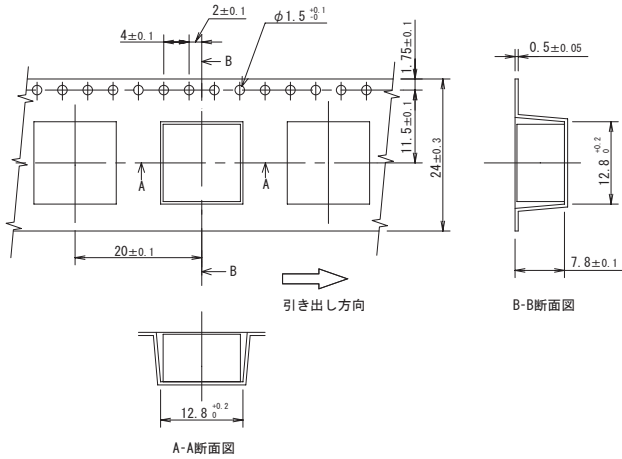

図9.1 BRNS6/12のテーピング寸法
- 梱包形態（リール）は、図9.1～図9.3を参照ください。